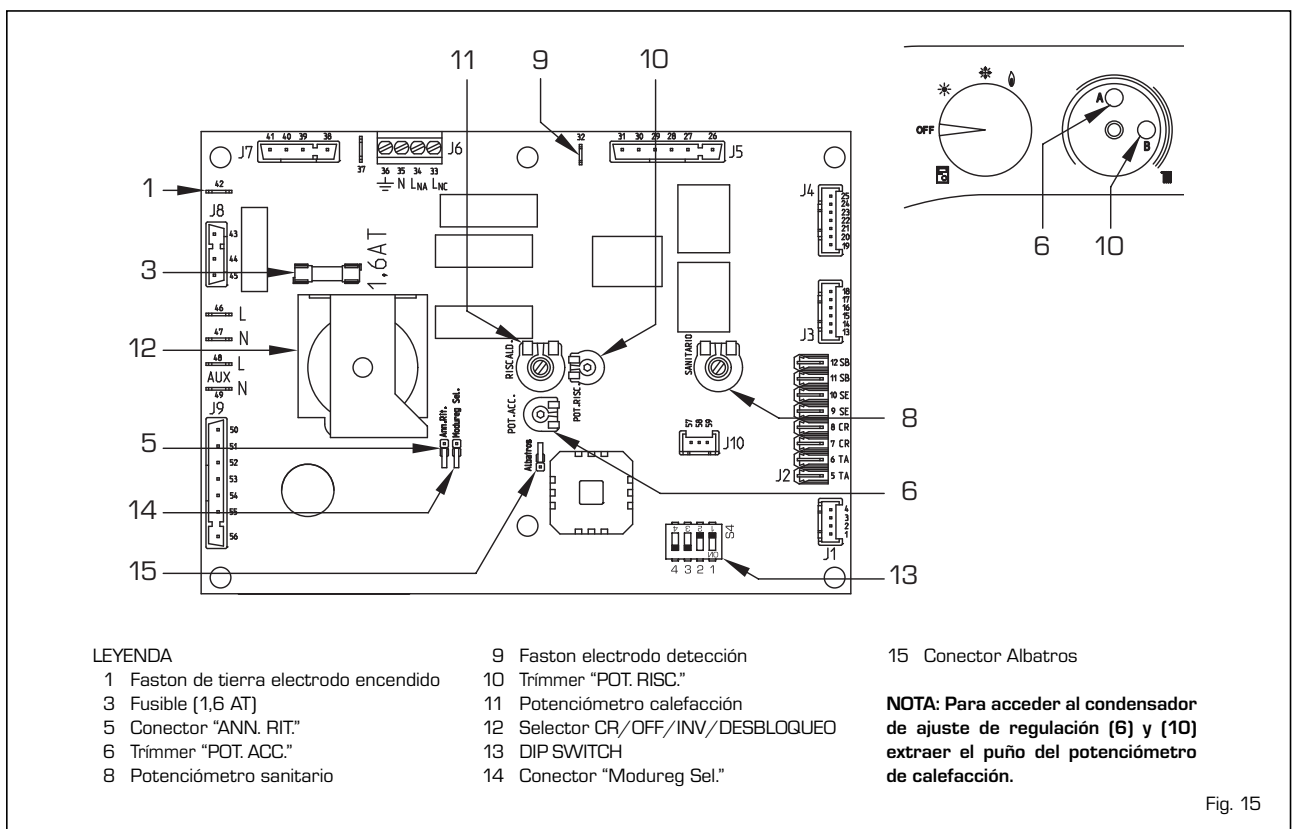

Fig. 15
- **Trimmer "POT. RISC."** (10 fig. 15)
- **Trimmer "POT. ACC."** (6 fig. 15)
- **Conector "ANN. RIT."** (5 fig. 15)
- **DIP SWITCH** (13 fig. 15)
- **Conector "Modureg Sel."** (14 fig. 15)
- **Conector "Albatros"** (15 fig. 15)
de calefacción, modificando la calibración de fábrica, cuyo valor de potencia es de 58 kW, es necesario actuar con un destornillador sobre el condensador de ajuste de la potencia de calefacción (10 fig. 15). Para aumentar la presión de trabajo girar el condensador de ajuste en sentido horario, para reducirla girar el condensador de ajuste en sentido antihorario.